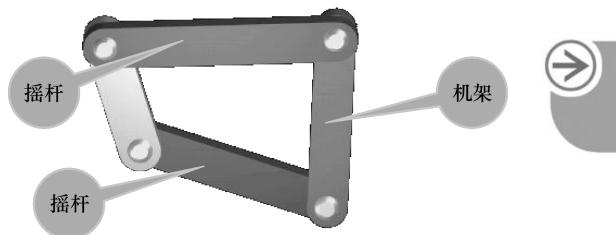

图 8-49 双摇杆机构
- 双摇杆机构：若铰链四杆机构中的两个连架杆都是摇杆，则称其为双摇杆机构，如图 8-49 所示。